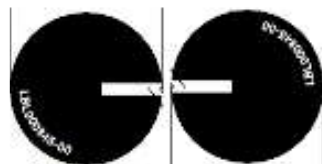

Figura 5-1. Etichette di riferimento allineate
7. Contrassegnare in base alle etichette di riferimento che sono state posizionate tra il lettino e il tavolo. Accertarsi che entrambe le etichette siano correttamente allineate prima di eseguire la marcatura (vedere **Figura 5-1**).